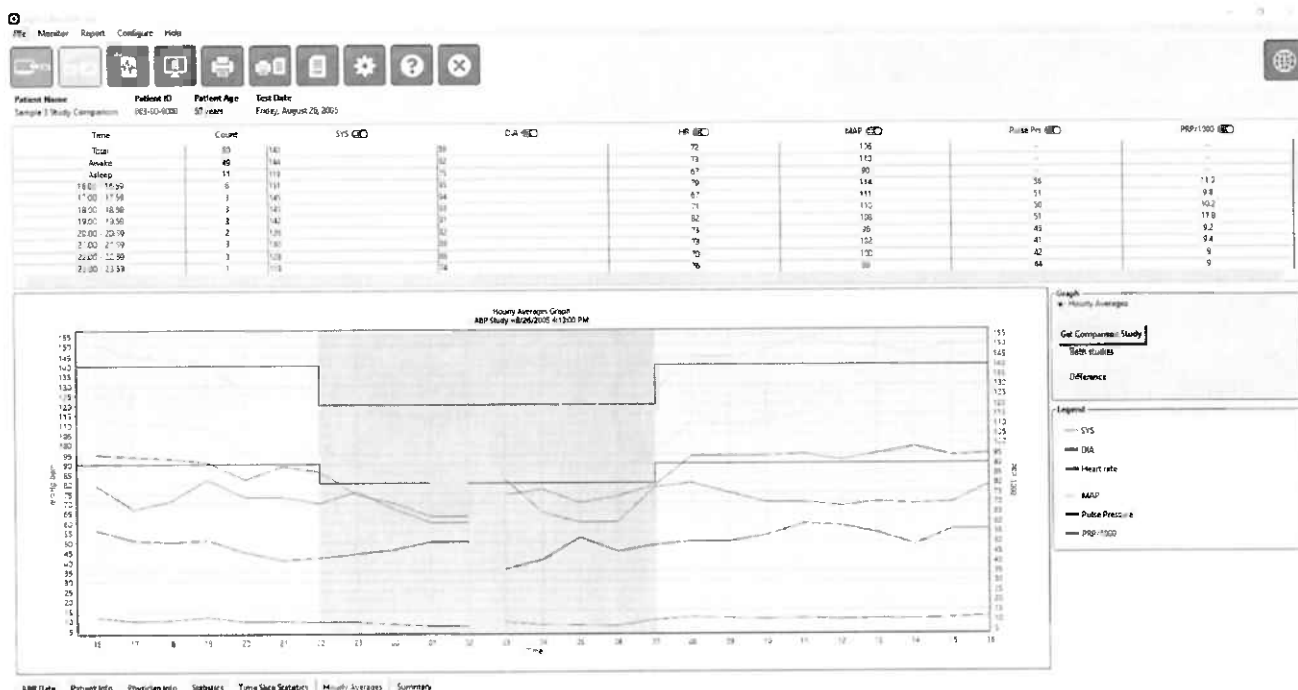

Figura 24: Medie orarie
Per visualizzare l'andamento dei valori pressori di un paziente in uno studio PA ambulatoriale, fare clic sulla scheda Medie orarie nella parte inferiore della schermata (Figura 24). La tabella riporta i valori pressori medi rilevati per ogni ora in cui il paziente è stato sottoposto alla misurazione. Oltre alla sistolica (SIS), alla diastolica (DIA) e alla frequenza cardiaca (FC), vengono fornite le seguenti medie statistiche:
- Pressione polso (PP) - Si calcola sottraendo la misurazione diastolica da quella sistolica. Si tratta di un altro parametro emodinamico che può servire come indicatore del rischio cardiovascolare.